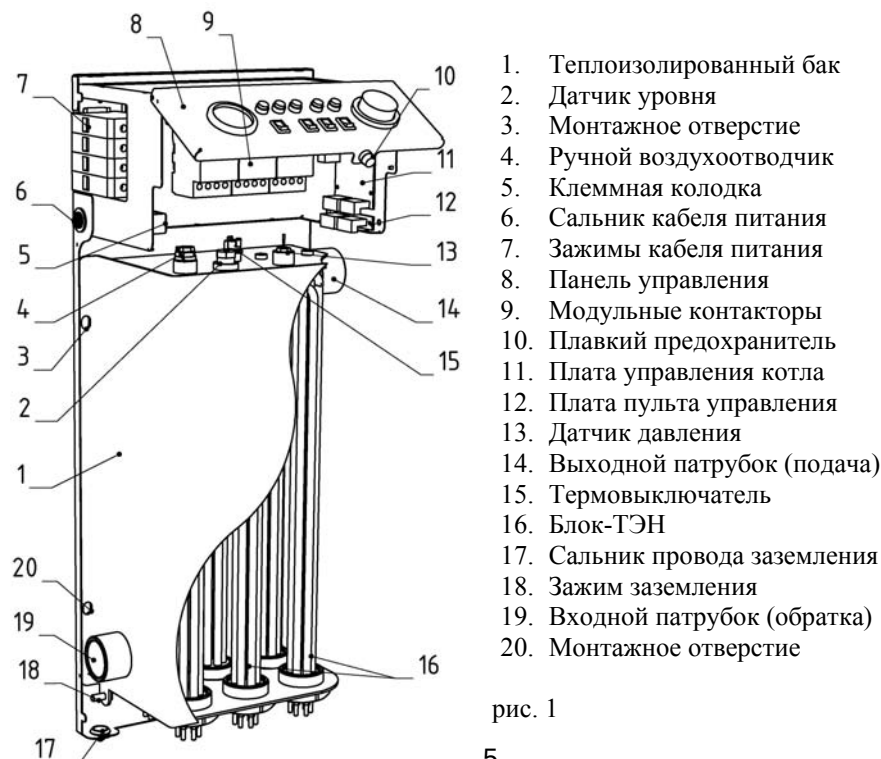

рис. 1
- 4.1. Прибор состоит из следующих основных частей (рис. 1):
- 4.2. Прибор (рис. 1) состоит из теплоизолированного бака (1) с патрубком выхода (14) и входа (19) воды.